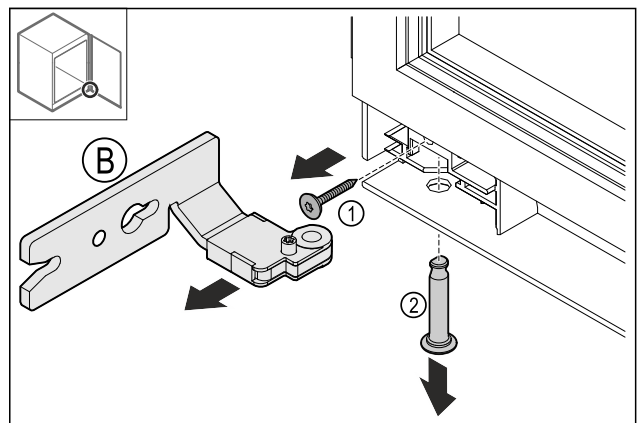

Fig. 16
- ▶ Remove the screw Fig. 16 (1).
- ▶ Remove the pin Fig. 16 (2).
- ▶ Remove the hinge Fig. 16 (B).